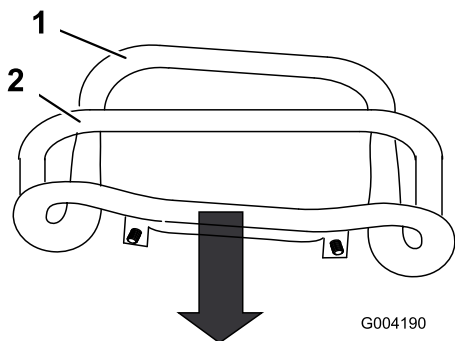

Figure 51
3. Tirez la commande de déplacement en arrière de manière que l'avant touche la barre de référence (Figure 51).